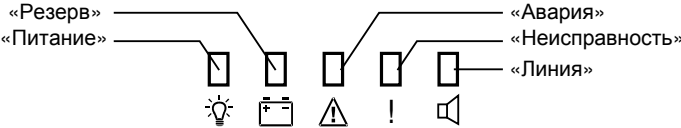

Рисунок 1
1.4.6 Индикация режимов работы блока осуществляется посредством пяти индикаторов (см. Рис. 1) и встроенного звукового сигнализатора.
Для перевода блока в режим «Определение состояния АС» необходимо на датчике вскрытия корпуса набрать специальную кодовую комбинацию (одно длинное-три коротких нажатия-одно длинное). Блок переходит в режим «Определение состояния АС» и индикатор «Линия» (см. Рисунок 1) начинает часто мигать, после чего производится контроль и сохранение сопротивления нагрузки линии оповещения. Если при контроле сопротивление нагрузки $< 3 \text{ Ом}$ или $> 21 \text{ Ом}$, выход будет находиться в состоянии «КЗ» или «Обрыв» соответственно.